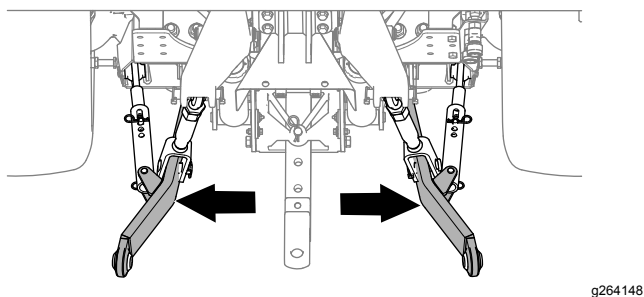

Рисунок 26
4. Отрегулируйте рычаги стабилизатора (**Рисунок 26**) до упора по направлению наружу; см. *Руководство оператора* для буксирной машины.